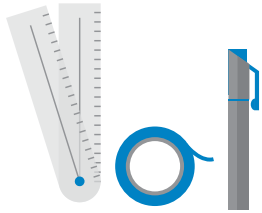

ABBILDUNG 1.
**SCHRITT 2:** Positionieren Sie das Loch des Lineals am Gelenkmittelpunkt und das flache Ende gegen die Wand. (Siehe Abbildung 1.)
**SCHRITT 3:** Verändern Sie die Position der Prothese nicht mehr. Nehmen Sie nun das Lineal und Messen Sie die Distanz zwischen dem markierten Referenzpunkt und der Wand. Notieren Sie die Distanz als Ihr Maß - A. (Siehe Abbildung 1.)